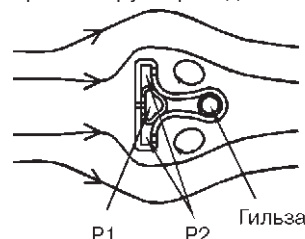

Рис.1. ОНТ Annubar 485.
**ОНТ Annubar 485** (рис.1) представляет собой погружную конструкцию, использующую в основе профиль Т-образной формы. Такая конструкция применяется для измерения расхода в трубопроводах Ду от 50 до 2400 мм.